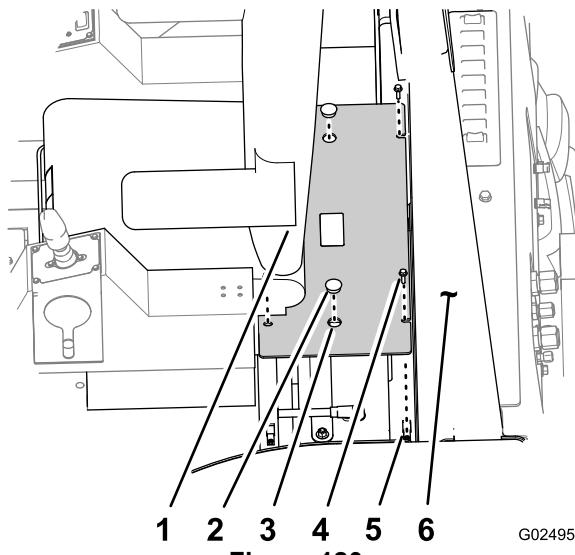

Figura 120
3. Retire los 2 tapones de los agujeros de la tapa de la batería (Figura 120).
4. Retire los 4 pernos con arandela prensada (5/16" x 1") que sujetan la tapa de la batería a la plataforma del ROPS (Figura 120).
5. Inserte los dedos en los agujeros y levante la tapa de la batería para retirarla de la plataforma del ROPS (Figura 120).
4. Alinee los taladros de la tapa de la batería con las tuercas rápidas de la brida de montaje de la tapa (Figura 120).